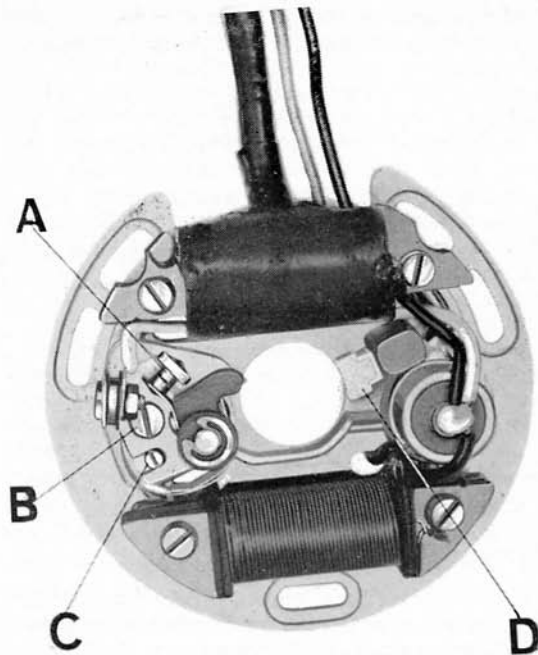

Fig. 13
(vedere fig. 13)
N.B. - Nella fig. 13 il volano appare smontato; lo smontaggio è stato effettuato al solo scopo di poter mostrare con maggior chiarezza quali sono le parti da lubrificare e da registrare; la manutenzione di queste parti viene eseguita attraverso le finestre del volano, ruotandolo opportunamente.